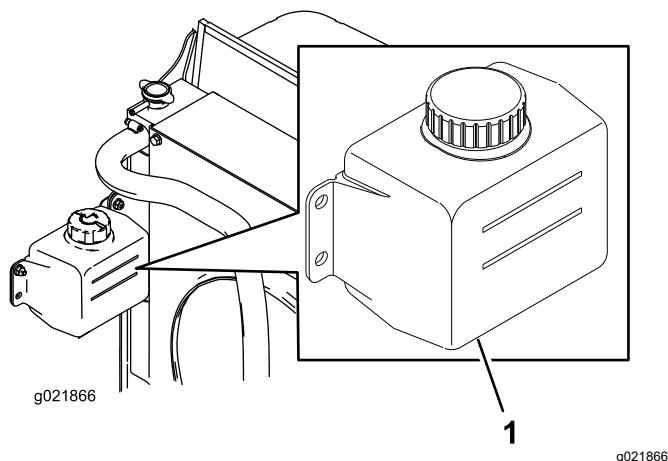

Figure 61
1. Vérifiez le niveau du liquide de refroidissement dans le vase d'expansion (Figure 61).